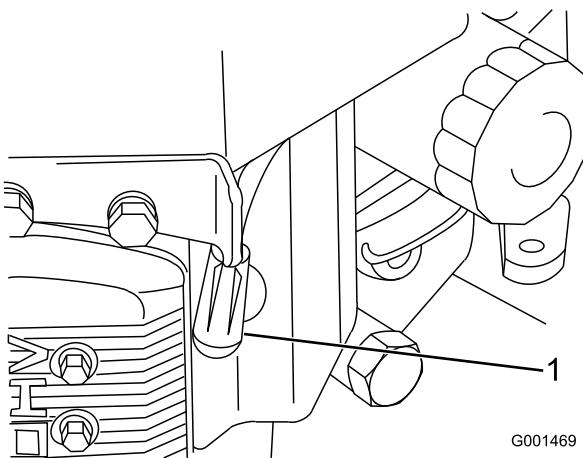

Bild 26
3. Klemmen Sie das Zündkabel von der Zündkerze ab (Bild 26).